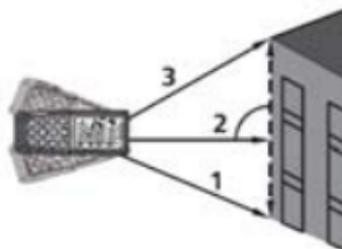

Fig. 10: Misura Indiretta a 3 punti – Modo 1
3. Posizionare lo strumento nel punto più basso (1) della misura (vedere Fig. 10) e premere il tasto  o il tasto laterale **MEAS**. Il risultato è mostrato nel primo display parziale. Il simbolo “◀” è mostrato a display con lato “2” lampeggiante
4. Posizionare lo strumento nel modo più orizzontale possibile (2) della misura (vedere e premere il tasto  o il tasto laterale **MEAS** per eseguire la misura. Il risultato è mostrato nel secondo display parziale. Il simbolo “◀” è mostrato a display con lato “3” lampeggiante
5. Posizionare lo strumento nel punto più alto (3) della misura (vedere Fig. 10) e premere il tasto  o il tasto laterale **MEAS** per eseguire la misura. Il risultato è mostrato nel secondo display parziale